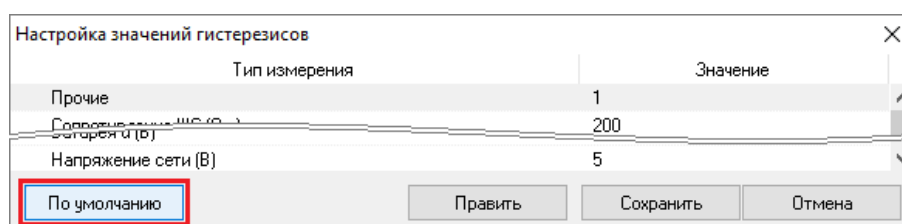

Рисунок 6-247 Возврат к значениям гистерезиса по умолчанию по кнопке "По умолчанию"
- либо нажмите кнопку «По умолчанию» (см. Рисунок 6-247);